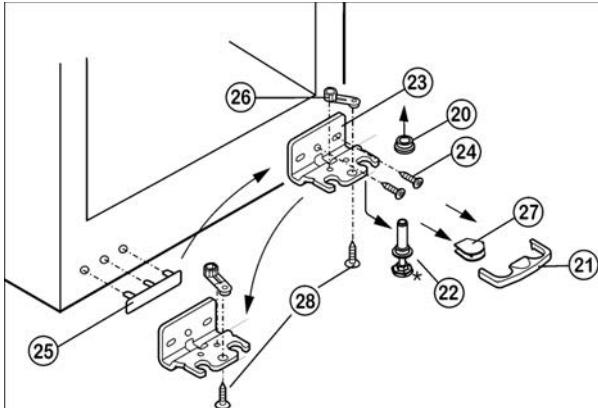

Fig. 5
- ▶ Предохранитель Fig. 5 (21) снимите движением вперед.
- ▶ Снимите крышку Fig. 5 (27).\*
- ▶ Вытяните опорный палец Fig. 5 (22) вниз и вперед. При этом следите за гнездом шарнира Fig. 5 (20).
- ▶ Открутите опорный кронштейн Fig. 5 (23)(2 шт. Torx 25) Fig. 5 (24).
- ▶ Открутите опорную деталь Fig. 5 (26)(1 Torx 25) Fig. 5 (28) и, переставив в отверстие на противоположной стороне опорного кронштейна, снова прикрутите.
- ▶ Осторожно приподнимите и переставьте крышку Fig. 5 (25) со стороны ручки.
- ▶ Снова прикрутите опорный кронштейн Fig. 5 (23) на новой стороне шарнира, при необходимости с помощью аккумуляторного шуруповерта через внешний продольный паз и круглое отверстие.
- ▶ Установите крышку Fig. 5 (27) на противоположной стороне.\*
- ▶ Предохранитель (21) нужно зафиксировать сбоку на кронштейне, чтобы опорный палец и двери были защищены от выпадения.
- ▶ Снова защелкните предохранитель (21) на опорном кронштейне.
- ▶ Наденьте гнездо шарнира Fig. 5 (20).
- ▶ Установите дверцу сверху на нижний опорный палец Fig. 5 (22).
- ▶ Переставьте средний винт на нижнем опорном кронштейне Fig. 5 (23) в свободный продольный паз.
- ▶ При необходимости выровняйте дверцы через два продольных паза в нижнем опорном кронштейне Fig. 5 (23) параллельно корпусу устройства.